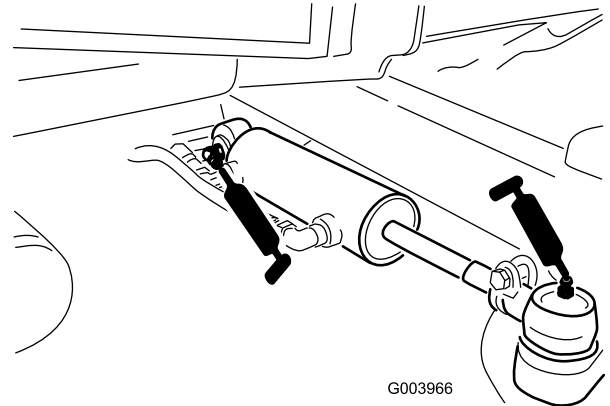

Bild 110
- Lenkzylinder-Kugelgelenke (2) (Bild 110)